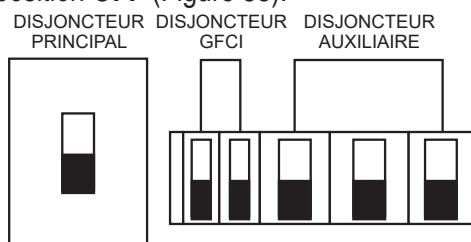

Figure 58. Disjoncteurs principal, auxiliaire et GFCI (position OFF)
2. Placez les **disjoncteurs principal, auxiliaire et GFCI** en position **OFF** (Figure 58).
2. Placez les **disjoncteurs principal, auxiliaire et GFCI** en position **OFF** comme indiqué dans la Figure 58.